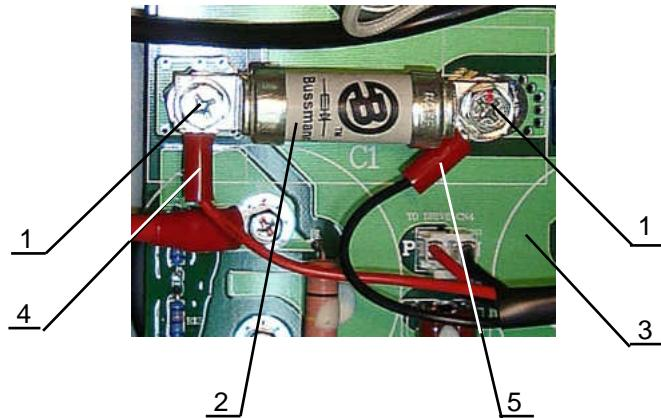

Рис. 6.13
6.10.1. Выкрутить два винта 1 крепления предохранителя 2 к ёмкостной плате 3 (рис. 6.13).
6.10.2. Отвести в сторону наконечники проводов 4 и 5 (рис. 6.13). Снять предохранитель, положить предохранитель и винты в тару.